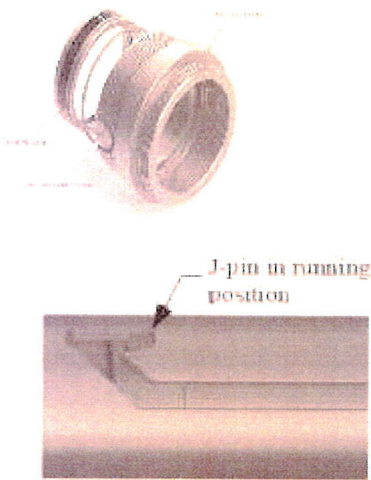

Fig. 7
2.18) Перемістіть J-корпус (20) та монтаж блоку центраторів у положення для спуску в J-слоті J-корпусу (Fig. 7).
3) Розфіксуйте верхній перехідник (1) із лещат та зніміть зібраний інструмент.